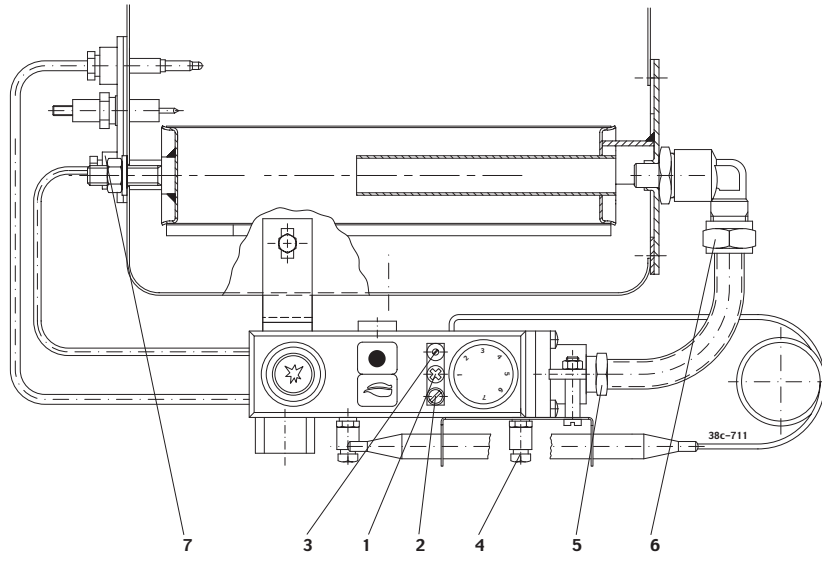
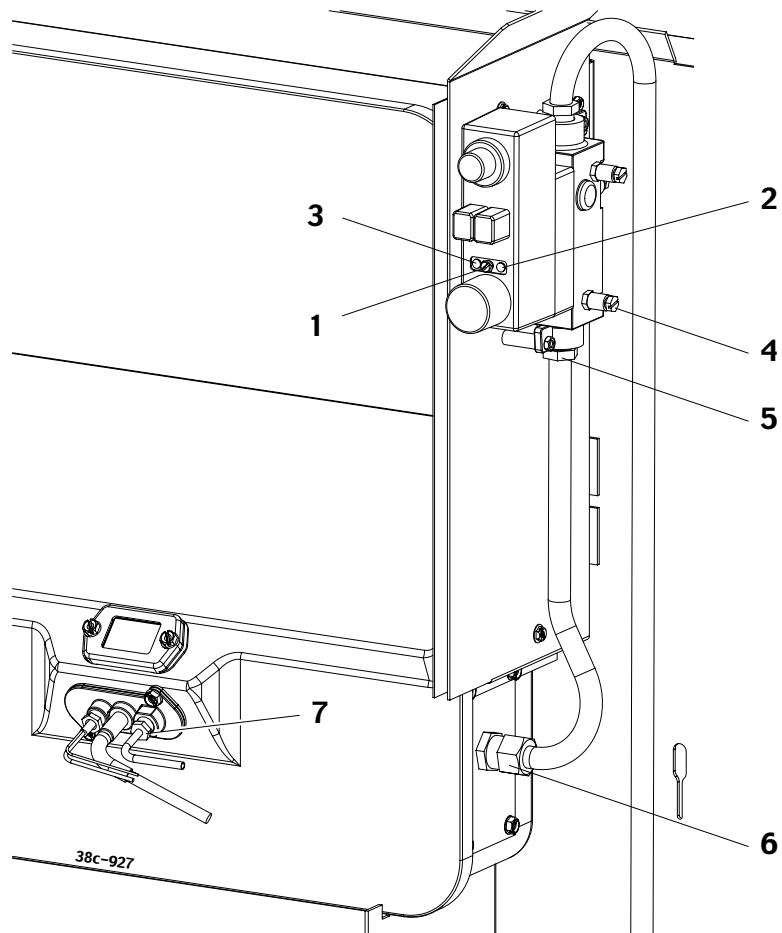

fig 9
fig 10
3. Cabeça de injector de ajustamento de precisão (fig.9, pág. 61)
3. Cabeça de injector de ajustamento de precisão (fig. 10, pág. 61)
4. Ajustamento da pressão do queimador (fig. 9, pág. 61 / fig.10, pág. 61)